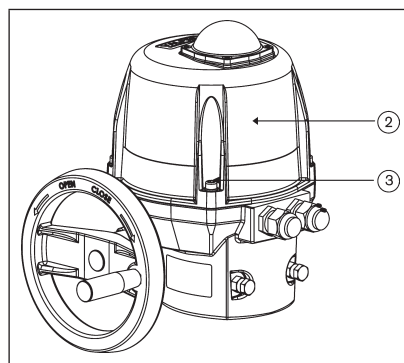

图 11： 拆卸护罩
- 松开四个固定螺钉 3，拆下护罩 2（参见“图 11”）。